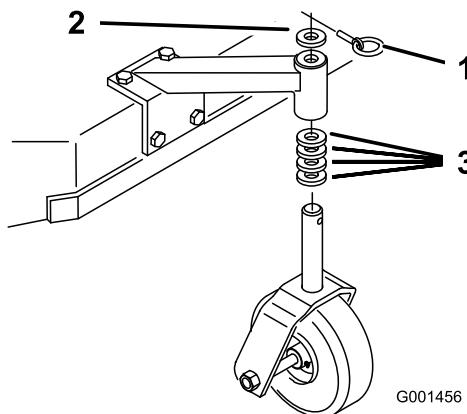

Figure 21
- En vous reportant au Tableau de hauteur de coupe, ajustez les entretoises des roues pivotantes en fonction du trou de réglage de l'essieu sélectionné (Figure 21).
2. Retirez la goupille de verrouillage, sortez la roue pivotante de son support et changez les entretoises (Figure 21).
3. Mettez la roue pivotante en place dans le support et insérez la goupille de verrouillage (Figure 21).